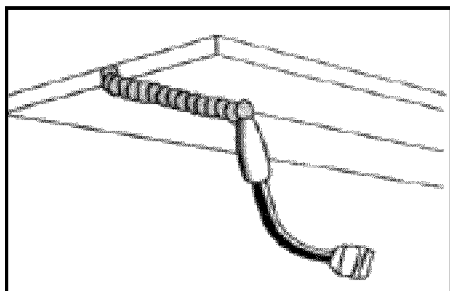

Fig. 13c
- **POSICIÓN SOBRE LA CABEZA:** es la posición para soldar más difícil. El ángulo A (vea "CÓMO SOSTENER EL SOPLETE") debe mantenerse a 60 grados. Mantener ese ángulo reduce las posibilidades de que caiga metal fundido dentro de la boquilla. El ángulo B debe mantenerse a cero grado, para que el alambre apunte directamente a la unión de soldadura. Si se produce un goteo excesivo del baño de fusión, seleccione una configuración de calor más baja. Además, el cordón de vaivén tiende a funcionar mejor que el cordón recto. (Fig. 13c)